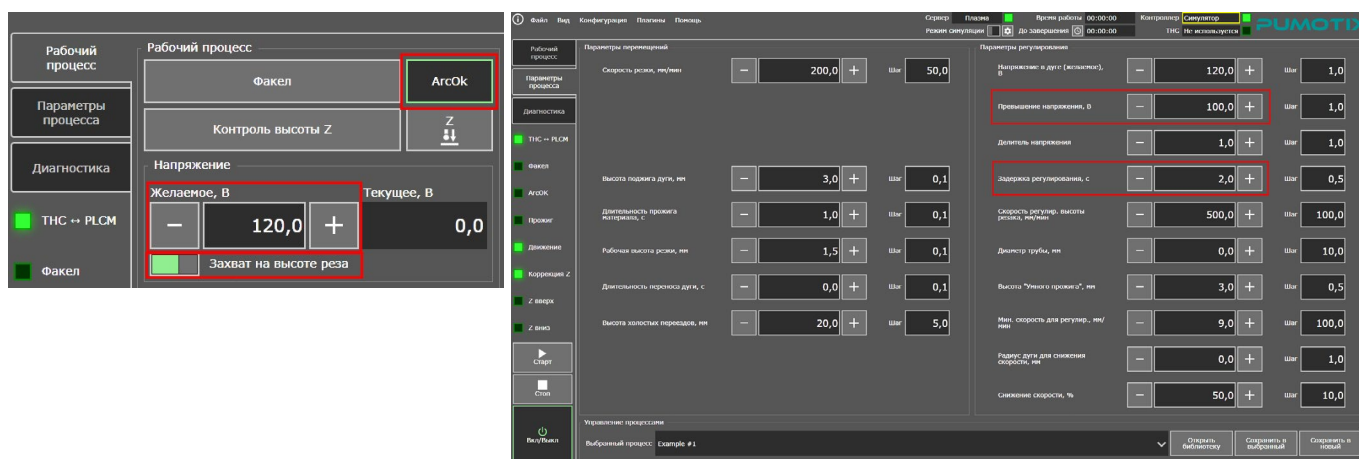

Рисунок 3 — Захват на высоте реза.
- требуемое напряжение на дуге (выбирается из инструкции к плазменной установке). При включении функции «Захват на высоте реза» после розжига по истечении «задержки регулирования» контроллером будет измерено напряжение на дуге и принято за требуемое. В течение реза он будет поддерживать именно это напряжение (рис. 3);